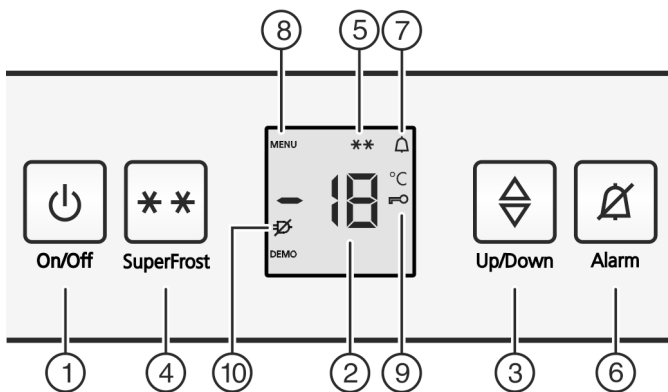

Fig. 2
- Il simbolo SuperFrost Fig. 2 (5) lampeggia assieme al display della temperatura.\*
- Premere il tasto On/Off Fig. 2 (1).
- Attivazione del modo regolazione: premere il tasto SuperFrost Fig. 2 (4) per ca. 5 sec.
- ▷ Sul display viene visualizzato il simbolo menu Fig. 2 (8).
- Confermare brevemente con il tasto SuperFrost Fig. 2 (4).
- ▷ Sul display si illumina il simbolo sicurezza bambini Fig. 2 (9).
- Premere brevemente il tasto On/Off Fig. 2 (1).
- ▷ Il simbolo sicurezza bambini *Fig. 2 (9)* si spegne.
- ▶ Premere brevemente il tasto On/Off *Fig. 2 (1)*.
- ▶ Premere il tasto Allarme *Fig. 2 (6)*.
Contemporaneamente lampeggiano il display della temperatura e il simbolo Allarme *Fig. 2 (7)*.
L'allarme acustico si disattiva automaticamente e il simbolo Allarme *Fig. 2 (7)* si spegne e il display della temperatura cessa di lampeggiare, quando la temperatura è di nuovo sufficientemente fredda.